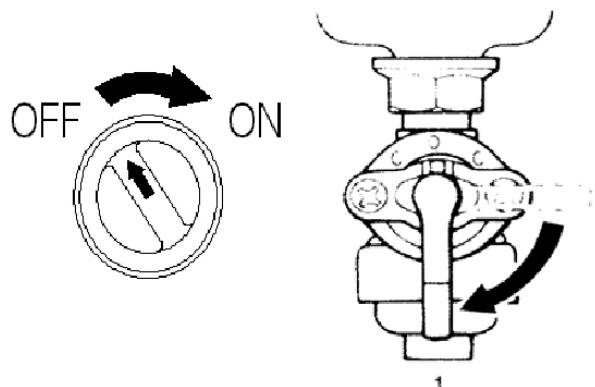

Рис.11
- Встановіть запірний кран в лінії подавання палива в положення ON («УВІМК.») (Рис.11).